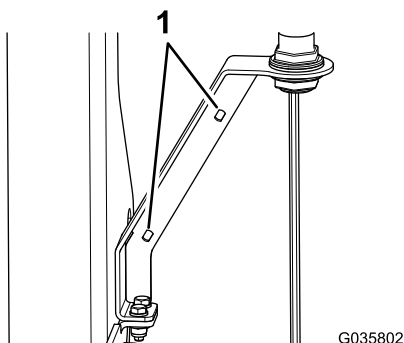

Figure 8
9. Insérez un serre-câble dans chacun des 2 trous de la patte de fixation du gyrophare (Figure 8) et attachez le câble.